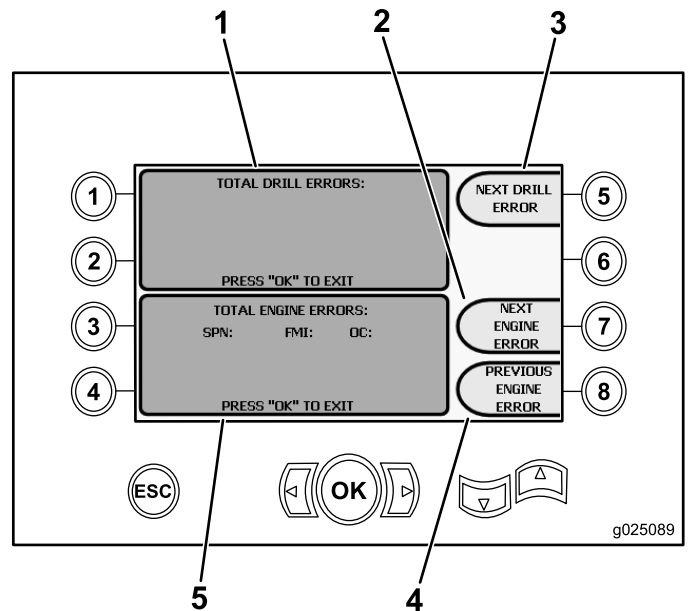

Figura 16
- Botón 3 – Leer códigos de error (Figura 16)
Si la pantalla muestra más de un error de perforación o de motor, pulse el botón 5 para ver el error de perforación siguiente, el botón 7 para ver el error de motor siguiente, o el botón 8 para ver el error de motor anterior (Figura 16).
Nota: Si no hay errores de perforación o de motor, pulse el botón OK para salir de esta pantalla (Figura 16).